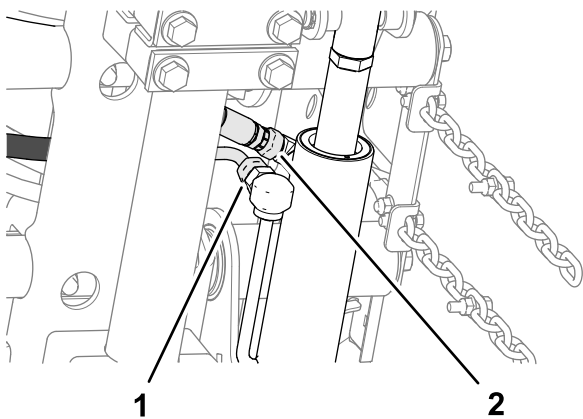

Figure 14
2. Alignez une entretoise entre la plaque porteuse et la plaque de montage (Figure 14) et assemblez les plaques et l'entretoise sans serrer, au moyen d'un boulon de carrosserie ($\frac{3}{8}$ " x $1\frac{1}{4}$ ") et d'un contre-écrou à embase ($\frac{3}{8}$ ").